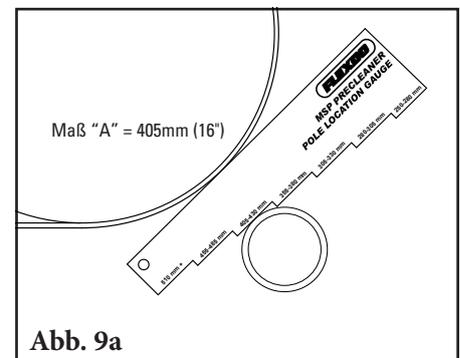

Abb. 9a
10. **Überprüfen der richtigen Einbauposition der Steckachse.** Schieben Sie die Lehre zur Bestimmung der Steckachsenposition (liegt den Anleitungen bei) nach Einbau des Abstreifers zwischen Steckachse und Trommel, bis sie an einer Stufe anschlägt (Abb. 9). Lesen Sie den Wert an der Stelle ab, an der die Achse anliegt (Abb. 9a). Dieser Durchmesser muss dem Maß A in Schritt 1 entsprechen.